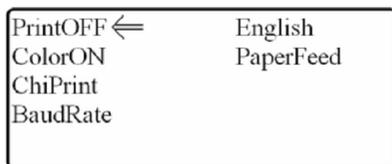

Fig. 19: voce “PrintOFF”
2. Attivare/Disattivare la stampante premendo “YES”. La programmazione cambierà a PrintOFF/PrintON (Fig. 19) a seconda di quale funzione era precedentemente impostata.